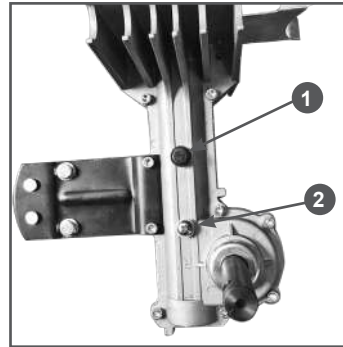

Рис. 22. Замена масла в корпусе редуктора
4. Очистите корпус редуктора вокруг пробки заливного 1 и контрольного 2 отверстий (Рис. 22).
5. Открутите пробку 1 заливного отверстия и пробку 2 отверстия для контроля уровня масла в корпусе редуктора (Рис. 22).
8. С помощью специального шприца или масленки через заливное отверстие 1 заливаете в корпус редуктора масло до тех пор, пока оно не начнет вытекать из контрольного отверстия 2 (Рис. 22).
9. Закрутите на место пробки контрольного 2 и заливного 1 отверстий (Рис. 22).